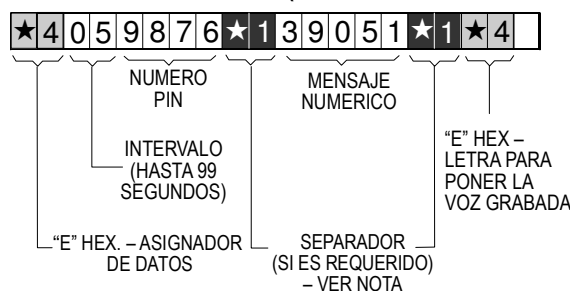

Figura 7. Programación de la 2ª Posición del Busca
- Suponga que el busca requiere un intervalo de 5 segundos entre el fin de la marcación y el comienzo del mensaje. Suponga también que el número PIN es 9876 y el mensaje es 39051. Teclee los datos como se muestra en la Figura 7.